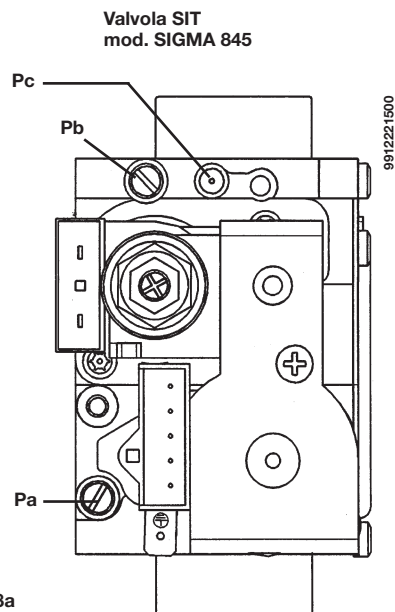
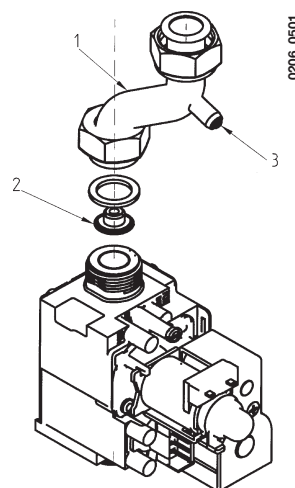

Figura 8a
Figura 8b
- rimuovere il tubo alimentazione gas (1 di Figura 8b);
- sostituire l'ugello per diaframma montato sulla valvola del gas (2);
- collegare la presa di pressione positiva di un manometro differenziale, possibilmente ad acqua, alla presa di pressione (**Pb**) della valvola del gas (figura 8a). Per i modelli 240 i utilizzare la presa di pressione (3) presente nel tubo di alimentazione gas (figura 8b).
- verificare che la pressione dinamica di alimentazione della caldaia, misurata alla presa di pressione (**Pa**) della valvola del gas (figura 8a) sia quella corretta (**30 mbar** per il gas **butano**, **37 mbar** per il gas **propano** o **20 mbar** per il gas **metano**).